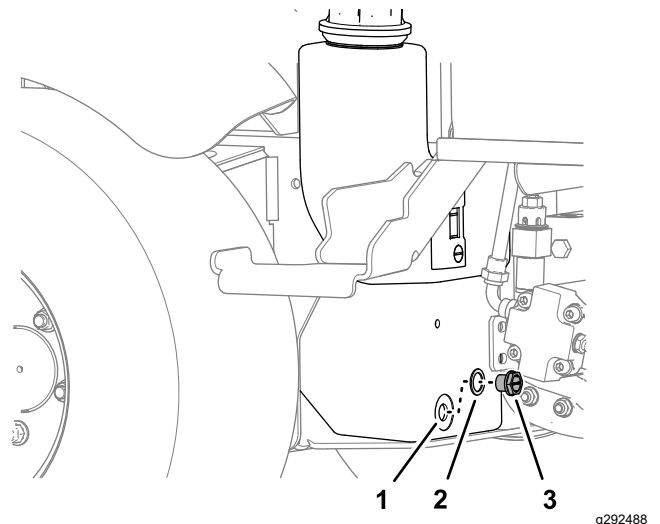

Figura 88
3. Coloque un recipiente debajo del depósito hidráulico, retire el tapón de vaciado del depósito y drene por completo el fluido hidráulico (Figura 88).